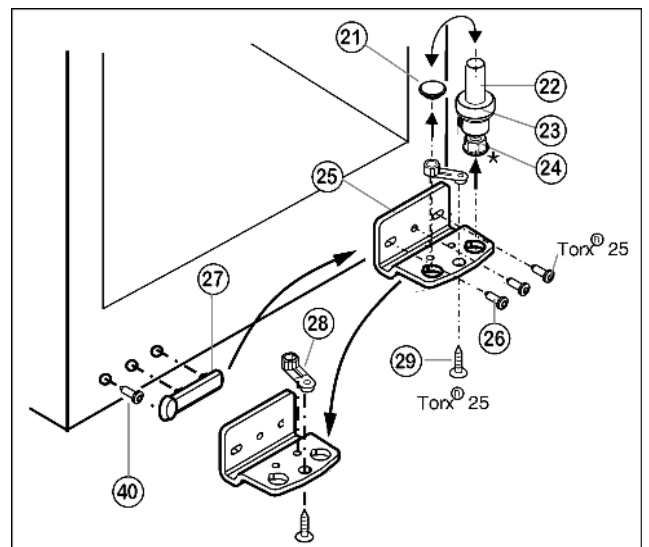

Fig. 5
- ▶ A teljes tartócsapot Fig. 5 (22), az alátéttel Fig. 5 (23) és az állítható lábbal* Fig. 5 (24) együtt felfelé húzza ki.
- ▶ Emelje le a dugót Fig. 5 (21).
- ▶ Csavarozza le Fig. 5 (26) a csapágybakot Fig. 5 (25).
- ▶ Csavarozza le Fig. 5 (29) a csapágyrészt Fig. 5 (28), helyezze át a csapágybak túlsóoldali felvevő furatába és csavarozza vissza.
- ▶ Óvatosan emelje le a fogantyú oldalán lévő fedelet Fig. 5 (27), tekerje ki a csavart Fig. 5 (40) és mindkettőt helyezze át az ellenkező oldalra.
- ▶ Csavarozza vissza a csapágybakot Fig. 5 (25) a csuklópánt új oldalán **4 Nm-es nyomatékkal**, szükség esetén egy akkus csavarhúzóval.
- ▶ A dugót Fig. 5 (21) helyezze be a másik lyukba.
- ▶ Helyezze vissza a teljes tartócsapot Fig. 5 (22) az alátéttel és az állítható lábbal* együtt. Ügyeljen közben arra, hogy a bekattanó bütyök hátrafele mutasson.
- ▶ Az ajtót felülről helyezze az alsó tartócsapra Fig. 5 (22).
- ▶ Az ajtókat az alsó csapágybakban Fig. 5 (25) lévő két hosszított furat felett igazítsa egy vonalba a készülékhez. Ehhez a középső csavart csavarja ki.